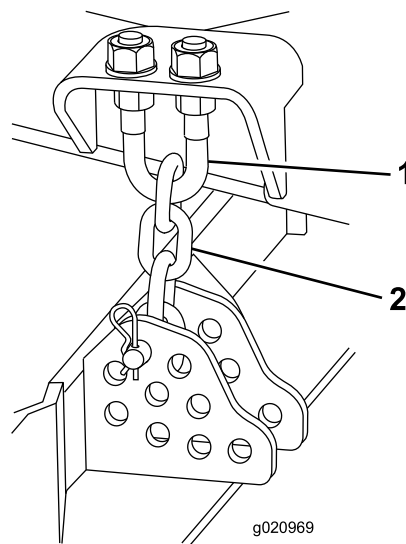

Figura 109
4. Retire o contrapino tipo grampo e pino de segurança que fixam as correntes da altura de corte à traseira da plataforma de corte (Figura 109).